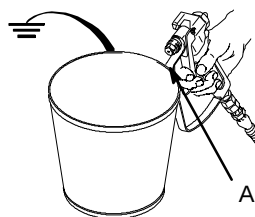

Fig. 4
4. Desenganche el pestillo de seguridad de la pistola. Mantenga una parte metálica de la pistola firmemente contra un recipiente de metal y dispare la pistola para descargar la presión. Vea la Fig. 4, A.
Para reducir los riesgos de chispas producidas por la electricidad estática y de salpicaduras durante el enjuague, quite siempre la boquilla de pulverización de la pistola y apoye firmemente una parte metálica de la pistola contra un cubo metálico conectado a tierra, apuntando hacia su interior. Vea Pos. A en la Fig. 4.